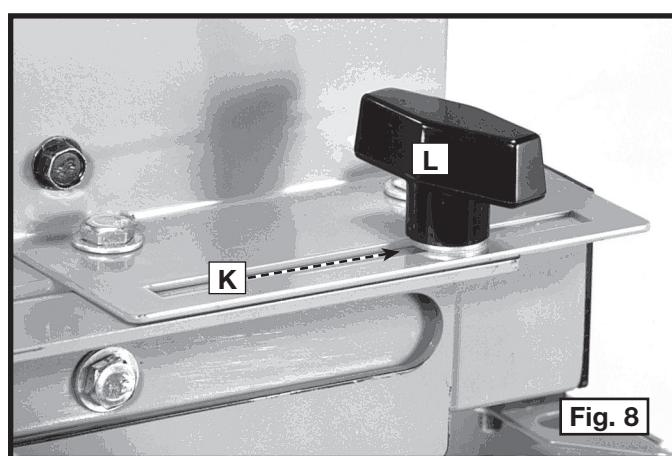
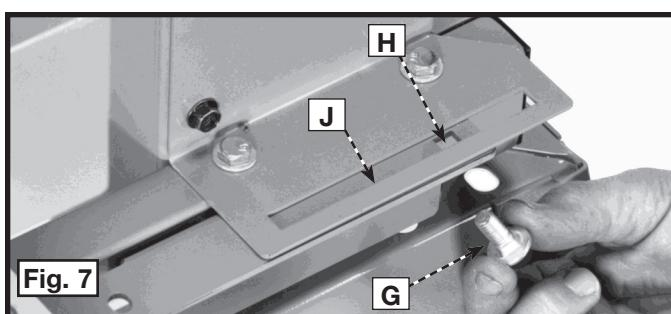

Fig. 8
Fig. 7
7. Insérez le boulon à tête bombée de 5/16-18 x 19 mm (3/4 po) (G), fig. 7, dans le trou carré (H) et l'ouverture (J). Arrimez soigneusement le boulon à tête bombée à l'aide d'une rondelle plate de 5/16 (K), fig. 8, et d'une manette de verrouillage (L).